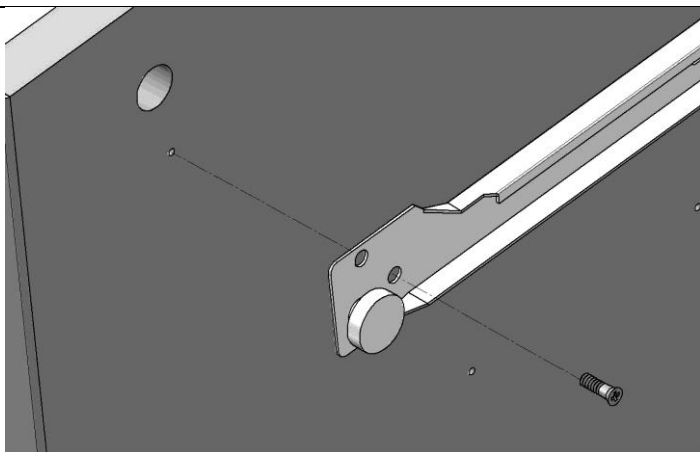

Рис. 2
4.1.2. К боковине левой (поз. 4) прикрутить направляющие роликовые левые L=500 (наружные) (поз. 24, 25) при помощи евро-винтов ЕС4,0х13 или саморезов с потайной головкой 3,5х16 (поз. 21) (см. рис. 2а), предварительно совместив отверстия в направляющих роликовых левых с отверстиями в боковине левой (см. рис. 2).
Рис. 2а